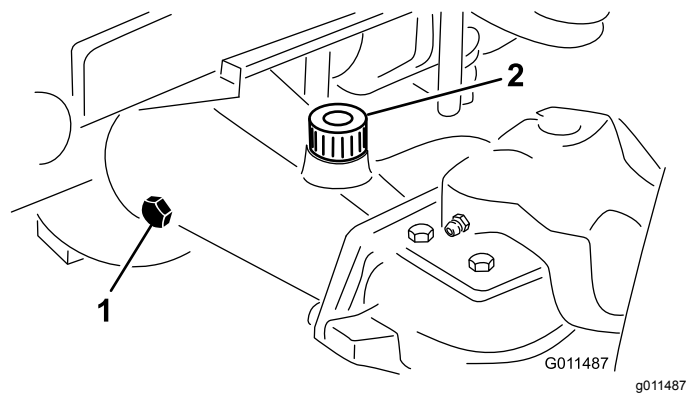

Figura 84
- Togliete il tappo di controllo da un'estremità del ponte e verificate che il lubrificante raggiunga la base del foro (Figura 84).